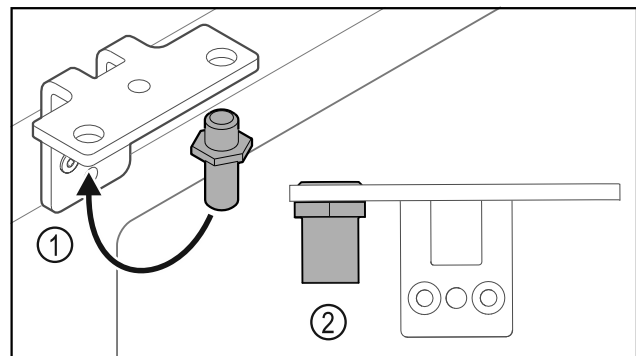

Fig. 23
- ▶ Преместете болта Fig. 23 (1) в ъгъла на пантата.
- ▶ Затегнете болта Fig. 23 (2) с **въртящ момент от 12 Nm**.